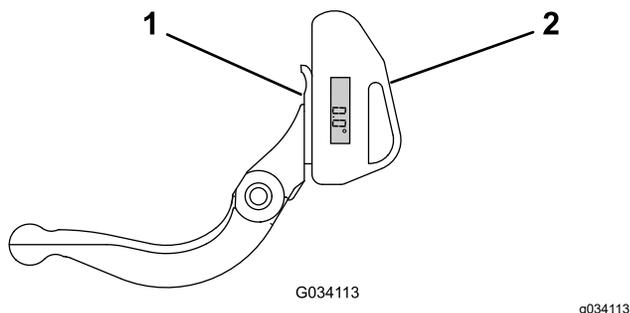

Рисунок 26
1. Установите индикатор угла на нижней стороне неподвижного ножа, как показано на Рисунок 26.